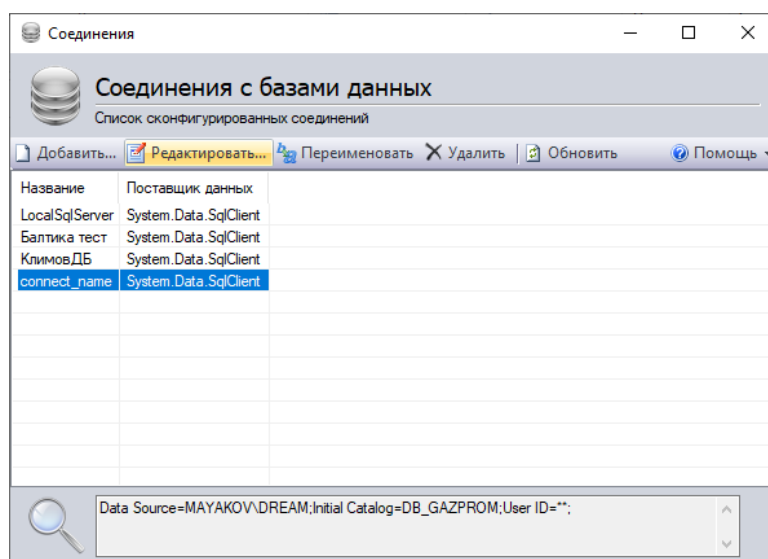

Рисунок 3.3.3
- в отрывшемся окне (см. Рисунок 3.3.3) выбрать нужную базу данных нажатием на нее левой кнопкой «мыши» и нажать кнопку «Редактировать»;